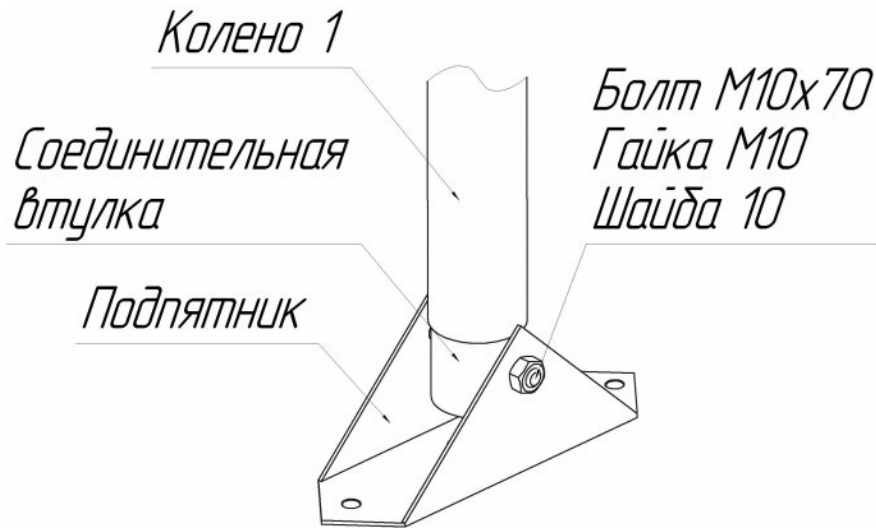

Рисунок 3 – Соединение подпятника с коленом
4.3 Коленья мачты выполнены из алюминиевой трубы диаметром 51 мм и длиной 1500 мм, на одном из концов которой закреплена соединительная втулка. На противоположном конце трубы имеется отверстие, в которое при сборке входит установочный болт, закреплённый гайкой с наружи следующего колена. Нижнее колено устанавливается в соединительную втулку, которая крепится с помощью установочного болта М10х70 к подпятнику (рисунок 3).
7.1.3 Закрепить подпятник на стяжке с помощью болтов (рисунок 3).
7.1.8 Закрепить соединительную втулку в подпятнике с помощью болта (рисунок 3).
7.1.9 Установить колено 1 в соединительную втулку (рисунок 3).